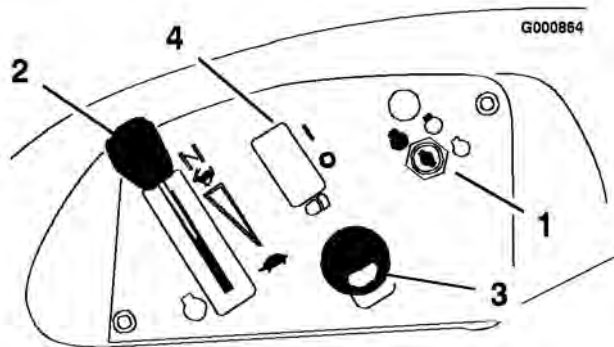
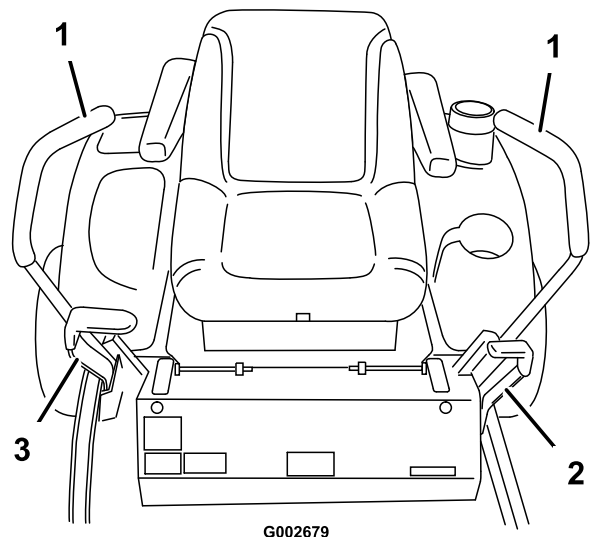

Bild 4
Bild 5
Machen Sie sich mit den Bedienelementen (Bild 4 und Bild 5) vertraut, bevor Sie den Motor anlassen und die Maschine bedienen.
1. Schieben Sie die Fahrtriebshebel (Bild 5) aus der Neutralsperrstellung.